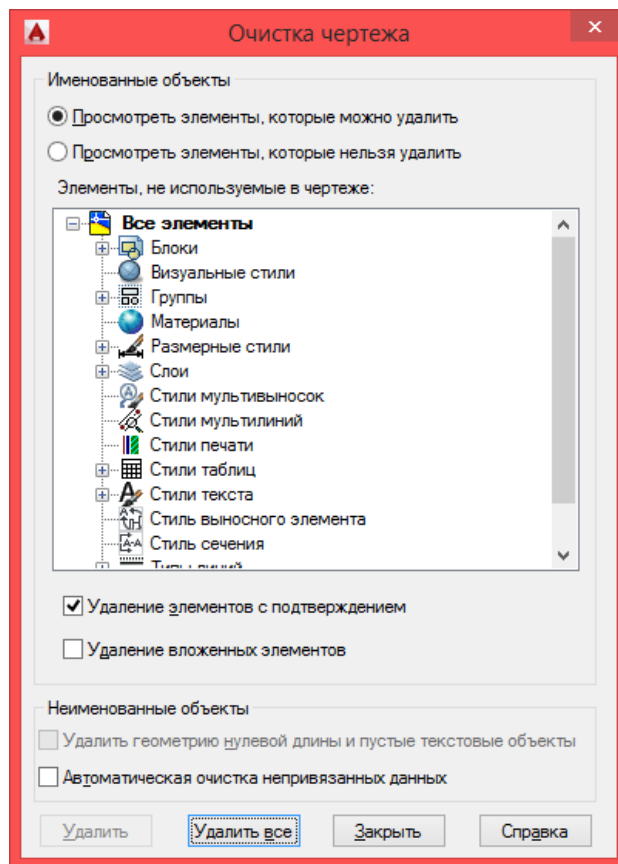

Рис. 19 Стандартное диалоговое окно AutoCAD очистки чертежа
- в диалоговом окне *Очистка чертежа* (см. рис. 19) указать элементы, которые нужно удалить и нажать *Удалить* / *Удалить все*.